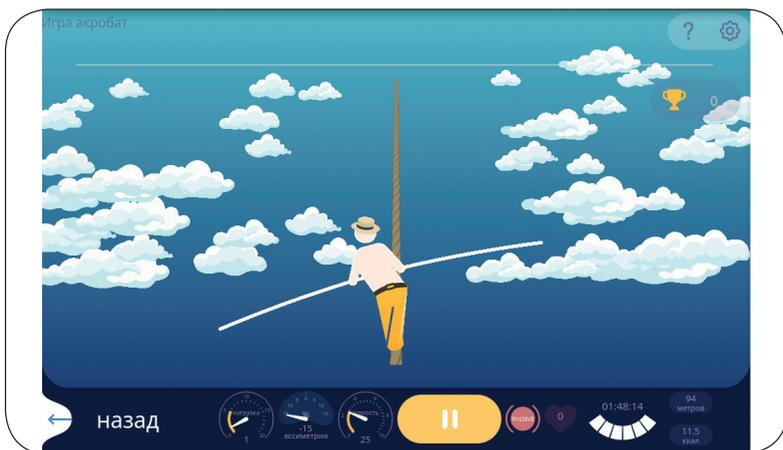

Рисунок 24
2. Игровая БОС «Акробат» (кнопка 31). Во время тренировки пациент должен вращать педали равномерно обеими конечностями для удержания минимальной асимметрии. Акробат должен идти вертикально, минимально отклоняясь влево и вправо (см. рис. 24).